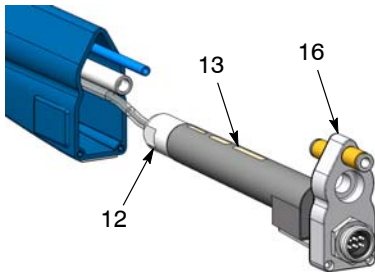

Abb. 27 Spannungsvervielfacher aus dem Gehäuse nehmen
2. Siehe Abbildung 27. Die Wärmesenke (16) mit daran befestigtem Spannungsvervielfacher (13) aus dem Gehäuse ziehen. Weiter ziehen, bis Sie die Spannungsvervielfachermutter (12) greifen können.